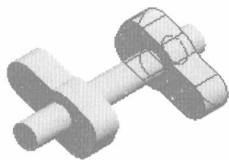

图 1.2.7 组 COPIED\_GROUP
Step6. 添加如图 1.2.7 所示的旋转平移复制特征——组 COPIED\_GROUP。
(1) 选择下拉菜单 **编辑(E)** → **特征操作(O)** 命令。
(2) 定义复制类型。在“特征”菜单中选择 **Copy (复制)** 命令，在展开的菜单中依次选取 **Move (移动)** → **Select (选取)** → **Independent (独立)** → **Done (完成)** 命令。
(3) 选取 Step5 所创建的拉伸特征，单击“选取”对话框中的 **确定** 按钮结束选取。
(4) 在菜单管理器中，选择 **Rotate (旋转)** 命令。
(5) 在菜单管理器中，选择 **Crv/Edg/Axis (曲线/边/轴)** 命令。选取 A\_1 基准轴作为旋转方向参照。选择 **Okay (正向)** 命令，输入旋转的角度值 180，然后单击回车键。
(6) 在菜单管理器中，选择 **Translate (平移)** 命令。
(7) 在菜单管理器中，选择 **Crv/Edg/Axis (曲线/边/轴)** 命令。选取 A\_1 基准轴作为旋转方向参照。选择 **Okay (正向)** 命令，输入距离值为 120，单击回车键。然后选择 **Done Move (完成移动)** → **Done (完成)** 命令。
(8) 单击“组元素”对话框中的 **确定** 按钮，系统再次弹出“菜单管理器”对话框。选择此对话框中的 **Done (完成)** 命令，完成旋转平移复制特征的创建。